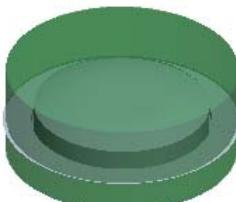
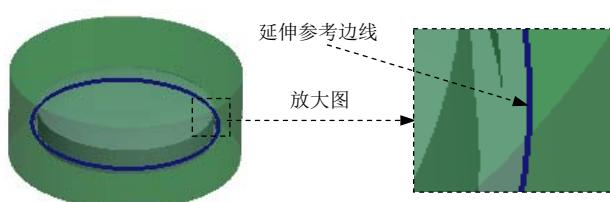

图 30.9 延伸曲面 1
图 30.10 延伸参考边线
Step5. 创建图 30.9 所示的延伸曲面 1。按住 shift 键，选取图 30.10 所示的复制曲面的边线（为了方便选取延伸边线，创建延伸特征并取消遮蔽坯料）；单击 **分型面** 功能选项卡 **编辑** ▾ 区域的 延伸按钮，此时出现 **延伸** 操控板；在延伸距离文本框中输入数值 50；在 **延伸** 操控板中单击 按钮，完成延伸曲面 1 的创建；在“分型面”选项卡中单击“确定”按钮 ，完成分型面的创建。